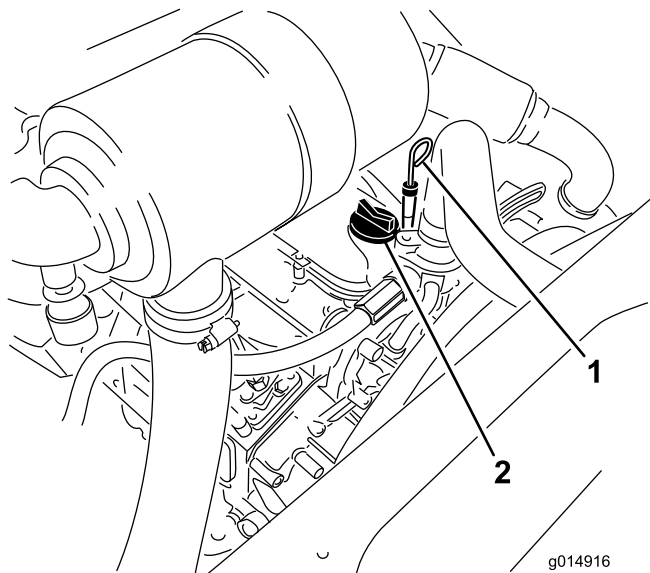

Рисунок 33
- Извлеките измерительный щуп, тщательно протрите и снова вставьте его (Рисунок 33).
- Если уровень масла ниже отметки Full (Полный), снимите крышку (Рисунок 33) и добавляйте масло до тех пор, пока его уровень не достигнет отметки Full (Полный).